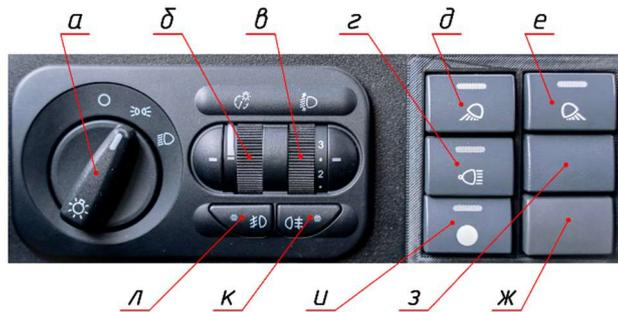

Рис. 9.9 Модуль управления световыми приборами и выключатели дополнительного освещения
31. Выключатели дополнительного освещения (см. рис. 9.9);
32. Модуль управления световыми приборами (см. рис. 9.9).
Положение **3** ближнего света. Среднее фиксированное положение рычага, если выключатель **a** наружного освещения находится в положении  (см. рис. 9.9).